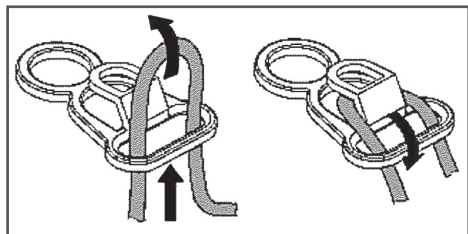

Рис. 8 Крепление кабеля удлинителя
- При использовании удлинителя закрепите кабель в кронштейне на рукоятке управления так, как показано на рис.8.